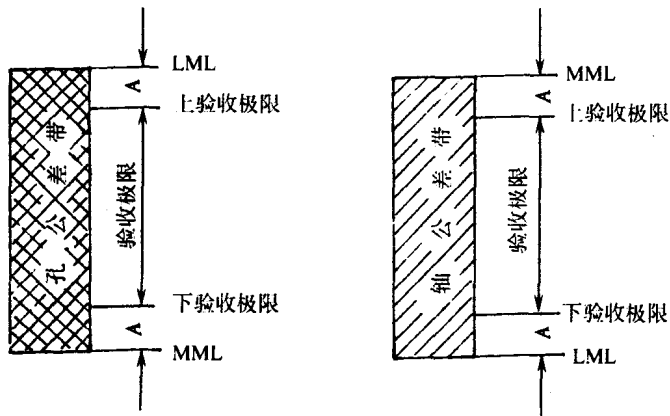

图 1 验收极限配置图
验收极限是从规定的最大实体尺寸和最小实体尺寸分别向工件公差带内移动一个安全裕度 A 来确定。验收极限的配置如图 1 所示。
(1)验收极限是从规定的最大实体极限(MML)和最小实体极限(LML)分别向工件公差带内移动一个安全裕度 A 来确定,如图 1 所示。从表 1 中看到, A 值等于工件公差 T 的 $1/10$ 。